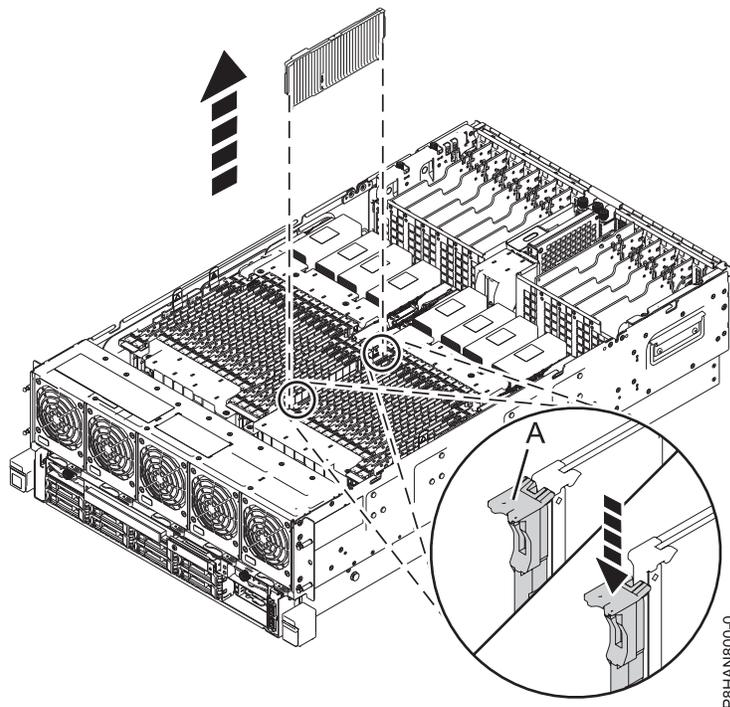

図 5. 8408-44E または 8408-E8E システムでのメモリー・スロットからのメモリー・フィラーの取り外し
- スロット内でメモリー・フィラーをそのコネクタからアンロックするには、固定タブ (A) を、示されている方向に押し込みます。8 ページの図 5 このタブ操作で、メモリー・フィラーがコネクタの外に押し出されます。